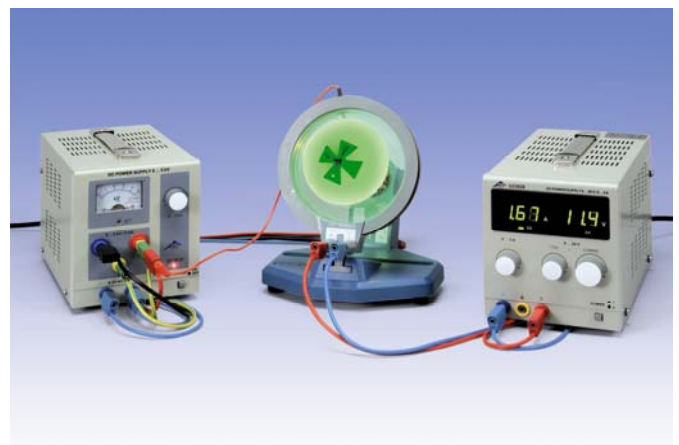

Fig. 3: montagem experimental modificada com campo magnético axial adicional
- Inserir uma bobina no suporte para tubo pela frente e conectar com o aparelho de alimentação elétrica (compare fig. 3).